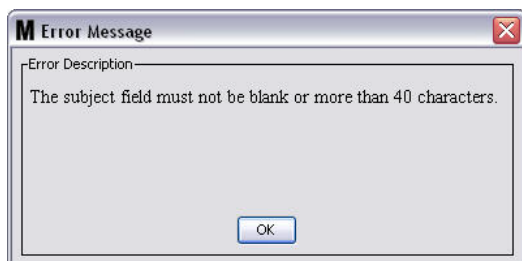

Рис. 143
- «**Subject**» [Тема]. Обозначает причину отправки электронного сообщения. Нужно указать тему. Если нажать кнопку «ОК» [OK], не указав тему, появится сообщение об ошибке (Рис. 143).